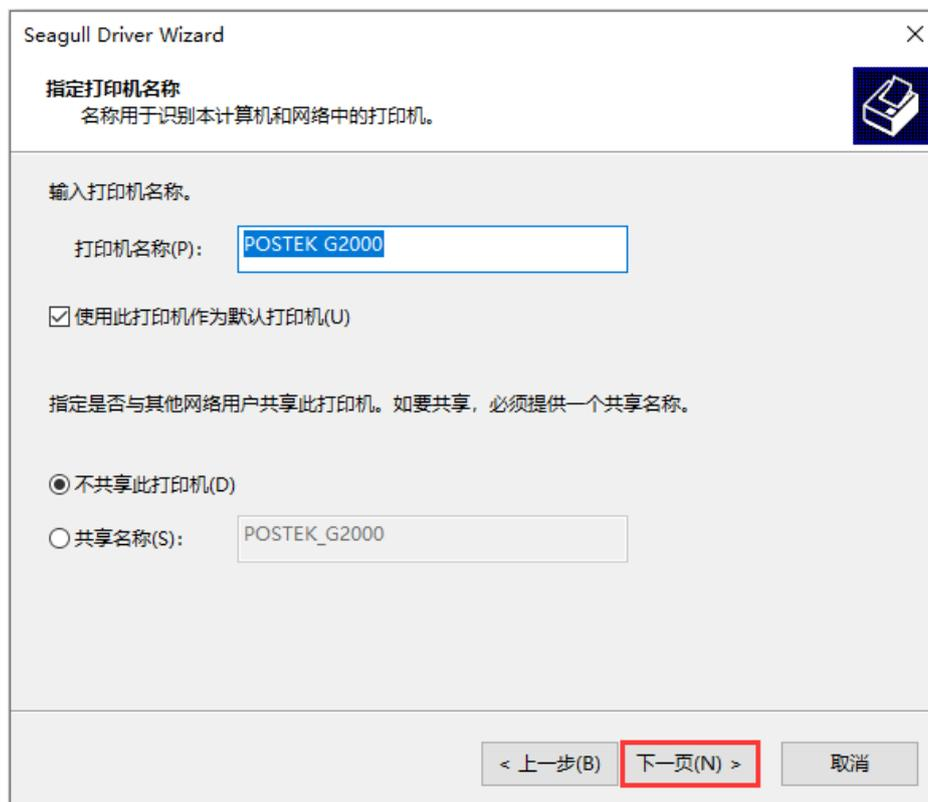

图 2-40 指定打印机名称界面
10. 在“指定打印机名称”界面中，设置打印机名称以及是否将打印机作为默认打印机，如图 2-40 所示，然后点击“下一页”，完成驱动安装；